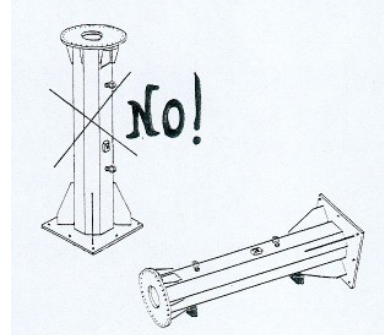

fig.9
- **Todas las partes o componentes deben ser apoyados o fijados de forma estable en todas las fases de manipulación, transporte y almacenamiento y no se deben volcar o apoyar en posición vertical o en un costado (fig.9).**